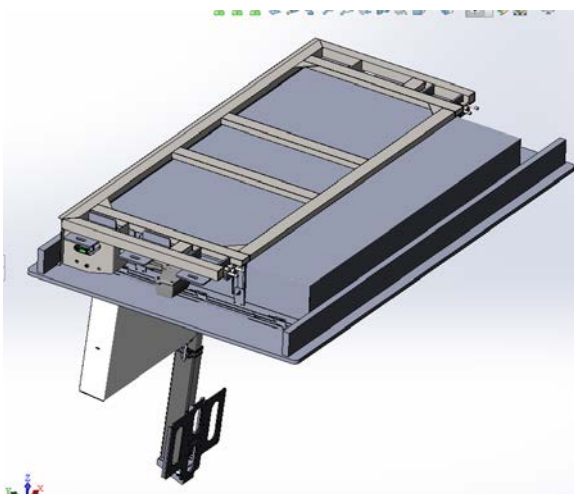

Рис.10.
6. Установить внешнюю декоративную панель рис.10.